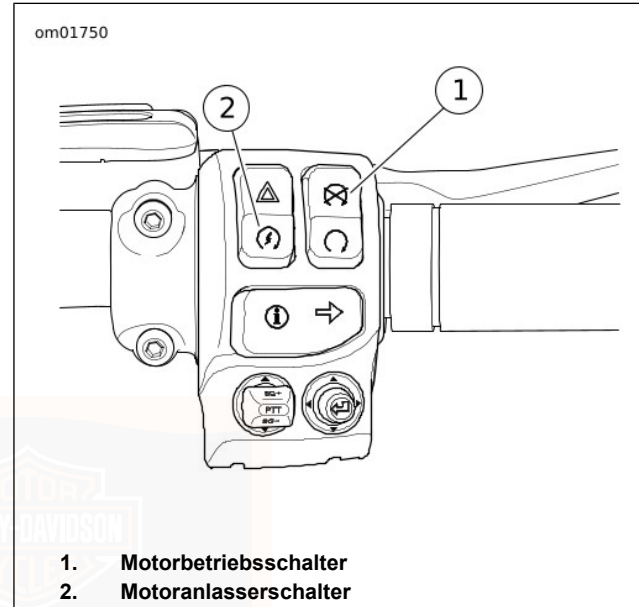

Abbildung 34. Rechte Handbedienungselemente
1. Siehe Abbildung 34. In Anwesenheit eines zugewiesenen Sicherheitsschüsselanhängers den Motorbetriebsschalter EINSCHALTEN. Den Gasdrehgriff nicht drehen.